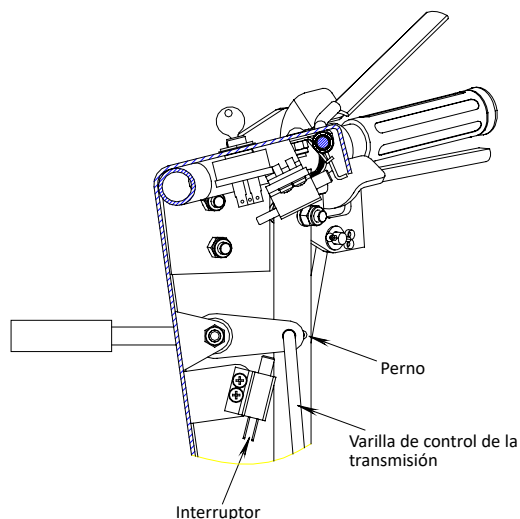

FIG 14.
- Mueva la varilla de control de la transmisión a la posición de punto muerto. La manija debe comprimir el botón del presostato hacia abajo 5 mm, de lo contrario se debe ajustar la longitud de la varilla. Para cambiar la longitud de la varilla, retire la chaveta del conjunto superior de la varilla de control de la transmisión. Retire la varilla del orificio del soporte de la palanca. Gire la varilla hasta alcanzar la longitud deseada para comprimir correctamente el interruptor. Vuelva a instalar la varilla en el orificio del soporte de la palanca y añada la chaveta. (Ver FIG 14)